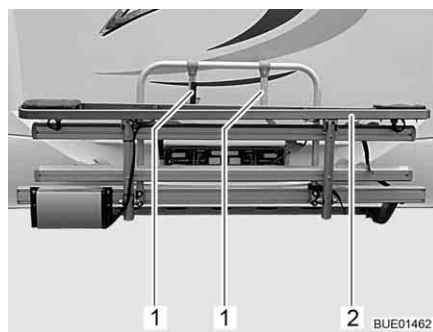
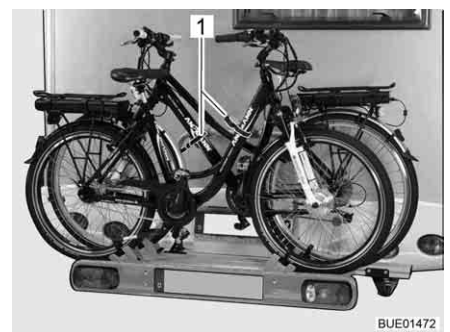

Bild 4 Cykelställ elcykel
Bild 5 Anordning för elcyklar
- Lossa remmarna och fäll ned cykelstället för elcyklar (Bild 4,2).
- Sväng ut den korta hållararmen (Bild 4,1) och fäst elcykelns främre ramrör (Bild 5,1) med remmar.
- Fäll ut den längre hållararmen (Bild 4,1) och fäst elcykelns främre ramrör (Bild 5,1) med remmar.